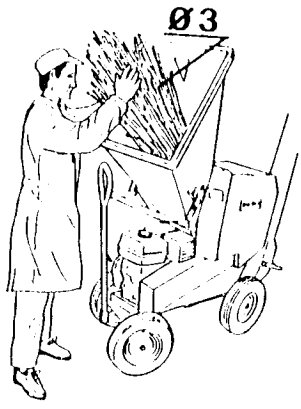

FIG. 10
- 7.2. Immettere potature e ramaglie con \varnothing max 3 cm nella tramoggia di carico del biotrituratore accompagnandole e lasciandole poi cadere (vedi fig. 10).